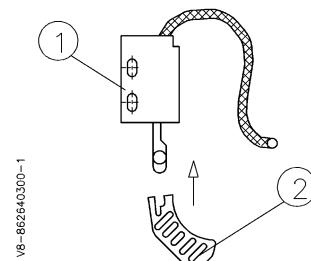

Bild 3. Hebel (2) aufklippen
- Klippen Sie den Hebel (2) auf den Riegelschaltkontakt. (Bild 3)